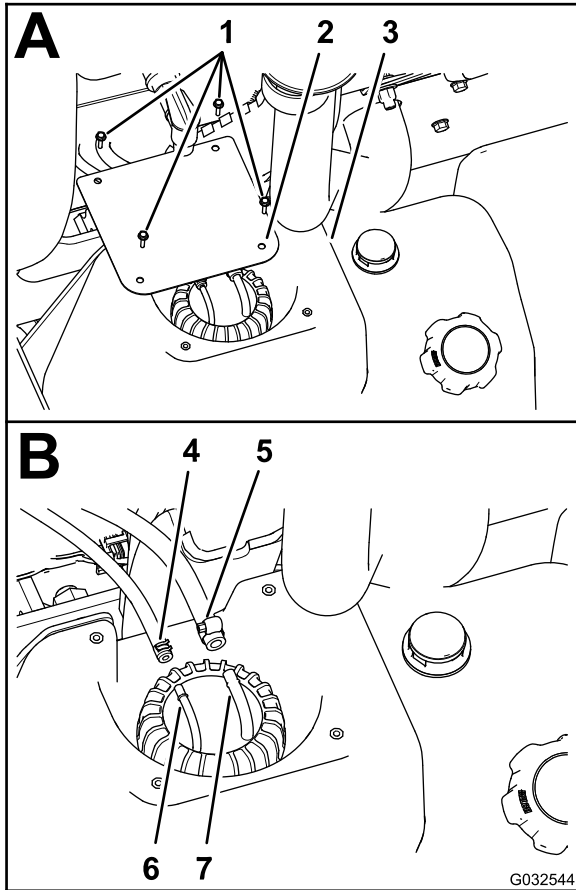

Figura 78
2. En el depósito de combustible, retire los 4 tornillos (N° 10 x 3/4") que sujetan la tapa a la parte superior del depósito de combustible, y retire la tapa (Figura 78, A).
3. Afloje las abrazaderas que sujetan las 2 mangueras de combustible a los 2 acoplamientos de manguera, en la parte superior del conjunto de tuberías de combustible (Figura 78, B).
de la manguera en un recipiente de combustible homologado (Figura 78, B).
4. Monte la manguera de combustible de 6,4 mm sobre el acoplamiento de manguera de 6,4 mm, y sujete la manguera al acoplamiento con la abrazadera (Figura 78, B).
5. Monte la manguera de combustible de 8 mm sobre el acoplamiento de manguera de 8 mm, y sujete la manguera al acoplamiento con la abrazadera (Figura 78, B).
6. Monte la tapa en el depósito (Figura 78, A) con los 4 tornillos (Nº 10 x ¾") que retiró en el paso 2 de Retirada del filtro de combustible del depósito (página 64).